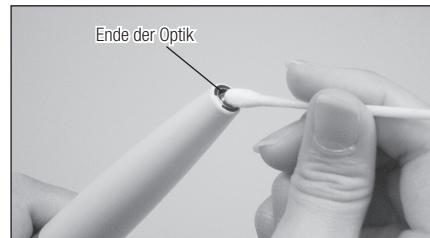

Abb.19
Wischen Sie Verschmutzungen am Ende der Optik am Handstück mit einem in Alkohol getränkten Wattebausch ab (Abb. 19).
- 2) Bringen Sie zwei Schraubenschlüssel (5x8) an und drehen Sie diese wie in Abb. 19 gezeigt.